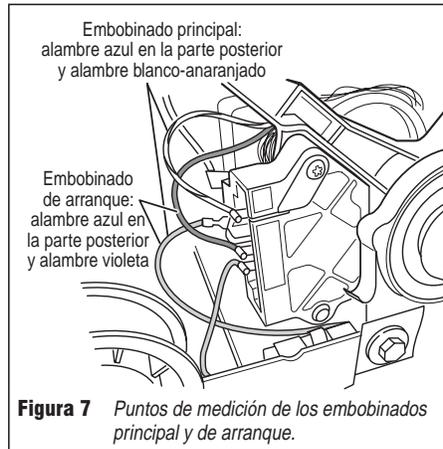

Figura 7 Puntos de medición de los embobinados principal y de arranque.
6. Basándose en la figura 7, compruebe los valores de la resistencia de las bobinas principal y de arranque del motor según se muestra en la tabla a continuación.